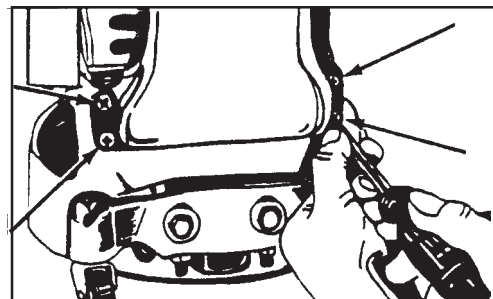

Abbildung 7
1. Entfernen Sie die das Auslaßrohr am Gehäuse haltenden vier Schrauben. Siehe Abbildung 7.